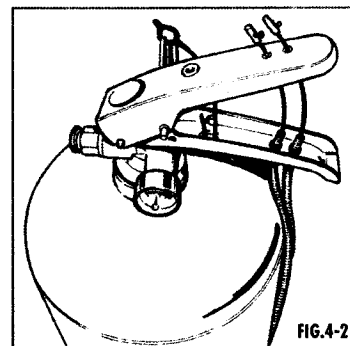

FIG.4-2
- La câble doit être fixé au moyen de la borne de l'actionneur de la soupape (FIG.4-2).